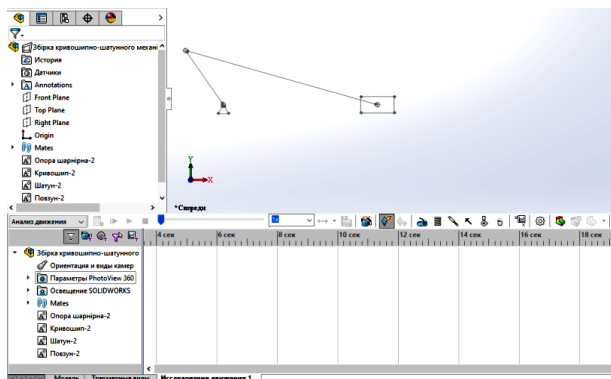
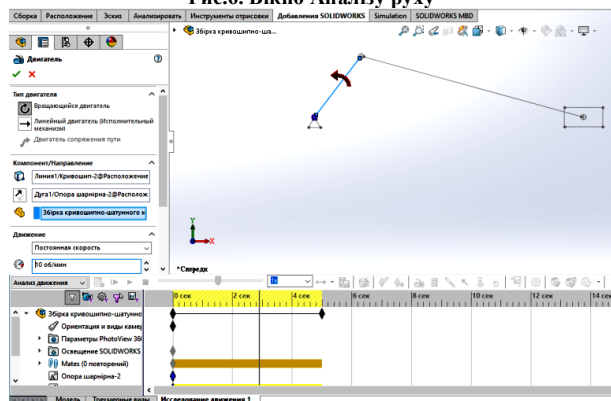

Рис.6. Вікно Аналізу руху
Рис.7. Вікно налаштування двигуна
6. Активізуємо **SOLIDWORKS MOTION** і вибираємо зі списку типів дослідження **Аналіз руху**. На панелі **Менеджеру руху** стають активними потрібні нам кнопки (Рис.6). Натискаємо кнопку **Двигун**. У вікні (Рис.7) вибираємо вид двигуна **Обертотий двигун**, заповнюємо поля **Компонент/Напрямок**, **постійну швидкість**, **частоту обертання** задаємо $n=10 \text{ хв}^{-1}$ ($n = \omega * 30 / \pi$), враховуючи, що кутова швидкість $\omega_1 = 1,04 \text{ с}^{-1}$, та завершуємо операцію.